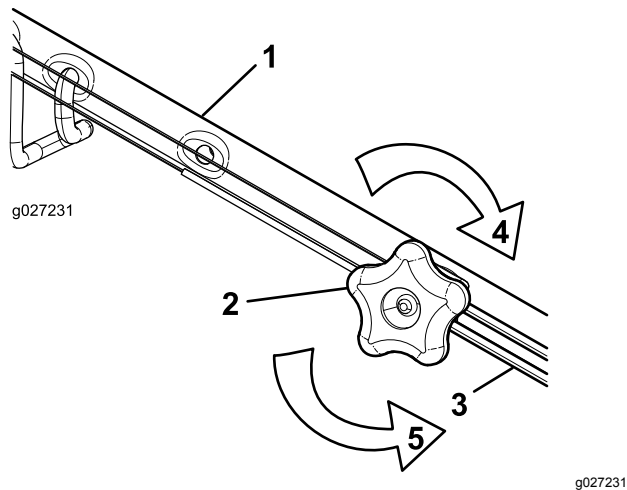

Figura 45
1. Girate la manopola di regolazione in senso antiorario per allentare la regolazione del cavo (Figura 45).
2. Regolate la tensione del cavo (Figura 45) tirandolo indietro o spingendolo in avanti e mantenendo quella posizione.